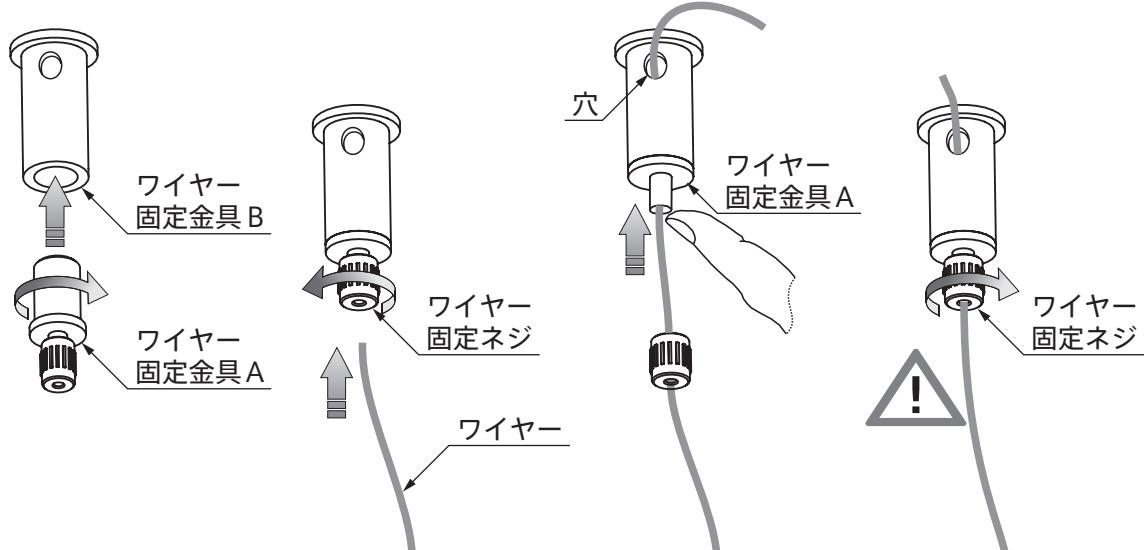

図3
4. 電源コードの長さを調整し、結線します。（図3）
5. コード止めにて電源コードを固定します。（図3）